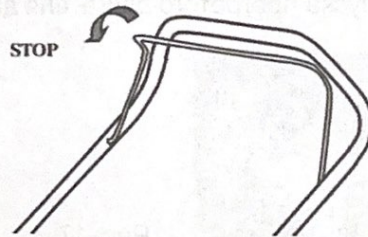

Рис. 20
- Потяните рычаг сцепления к ручке, чтобы включить колеса (рис. 20).
Чтобы свести к минимуму возможный риск несчастных случаев, двигатель вашей газонокосилки подключен к системе управления пользователем. Когда вы отпускаете рычаг управления, то он немедленно возвращается в исходное положение, и двигатель автоматически выключается. (рис.20)